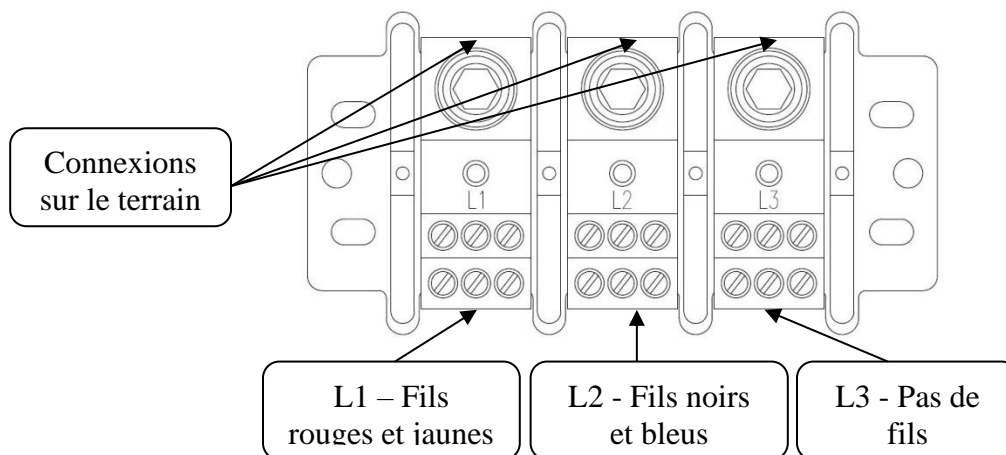

Figure 12. Connexions du bornier monophasé
3. brancher les fils bleus à la borne L-2 du bornier. Les fils noirs doivent rester connectés à L-2 du bornier tel qu'ils étaient fabriqués à l'origine. La figure 12 montre la nouvelle configuration monophasée des câbles (pas plus de 2 câbles par ouverture de port).